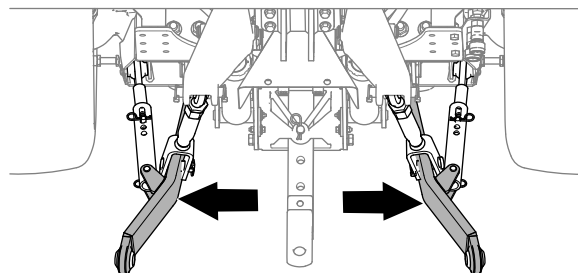

Рисунок 20
4. Отрегулируйте рычаги стабилизатора (Рисунок 20) до упора по направлению наружу; см. *Руководство оператора* для буксирной машины.